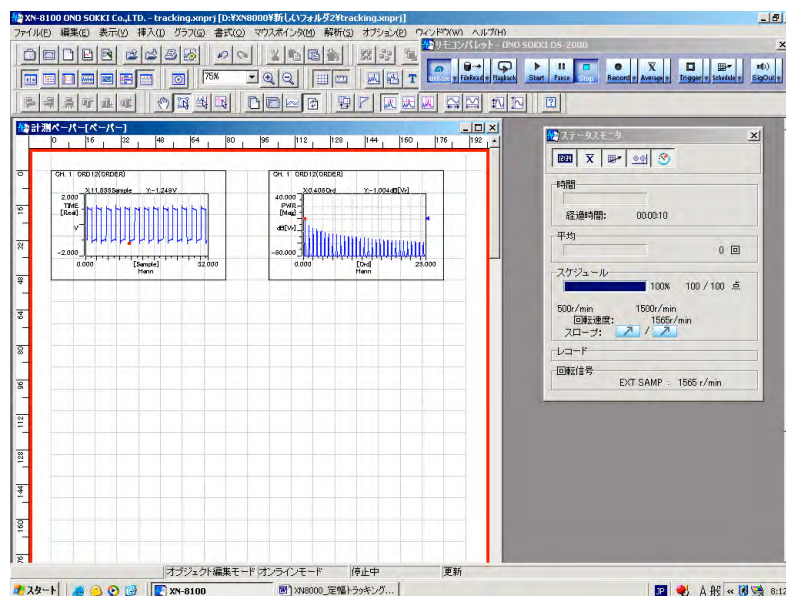

図 14
- ④ [スケジュール] ダイアログの OK ボタンをクリックします。
- ⑤ [コンフィグボード] ダイアログの **[X]** をクリックし、ダイアログを閉じます。
- ① **[Schedule]** ボタンを on にします。
- ② 回転速度を測定下限以下 (500 r/min 以下) にします。
- ③ **[Start]** ボタンを on します。測定下限回転数に達するまで測定は待機状態になります。
- ④ 回転速度を 500 r/min 以下から上限設定の 1500 r/min 以上にゆっくり上昇させます。1500 r/min を超えると自動的にデータの採取は終了します。測定の状況はステータスマニターやグラフデータで確認できます (図 14)。